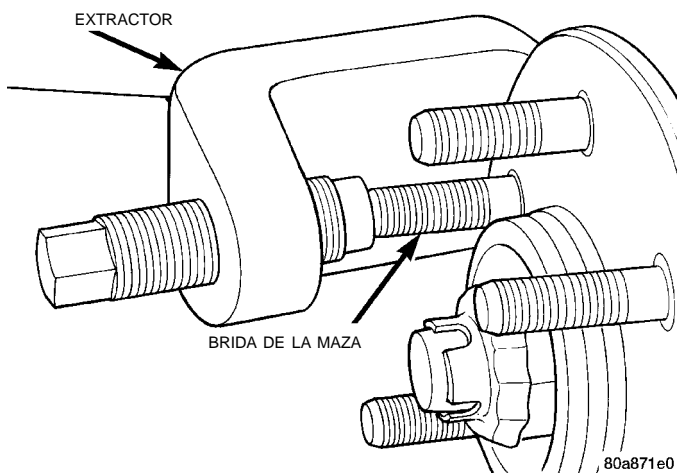

Fig. 10 Desmontaje de los pernos de la rueda
(1) Eleve y apoye el vehículo.
(2) Retire el conjunto de rueda y neumático.
(3) Retire el calibrador y rotor. Para informarse sobre el procedimiento, consulte el Grupo 5, Frenos.
(4) Retire el perno de la maza con un Extractor C-4150A (Fig. 10).